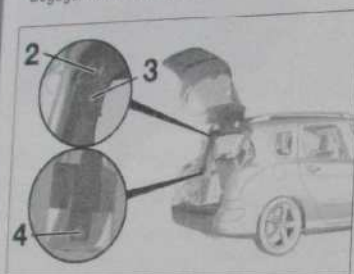

Fig. 75
- Déposer la vis (2) (Fig. 75).
- Dégager la ceinture de sécurité (3).
- Déposer la vis (4) et la ceinture (3) (Fig. 75).